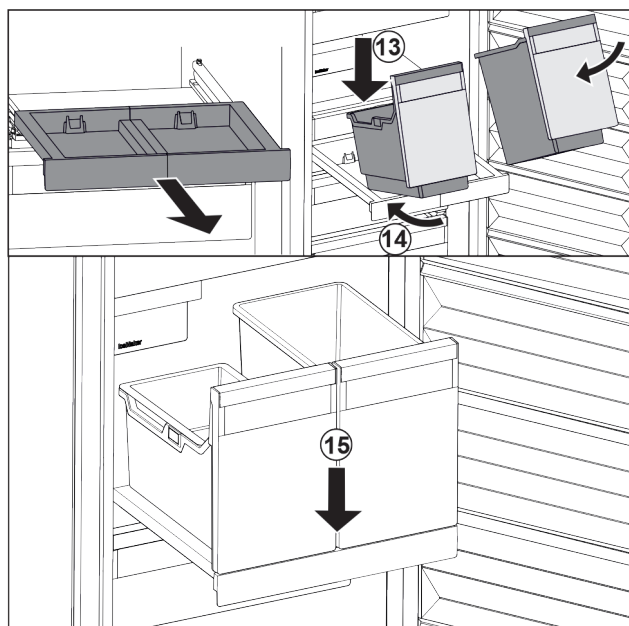

Fig. 124
- ▶ Nasadte nádobu šikmo na vysouvací desku. *Fig. 124 (13)*
- ▶ Zasuňte nádobu šikmo dozadu. *Fig. 124 (14)*
- ▶ Usadte vpředu nádobu. *Fig. 124 (15)*